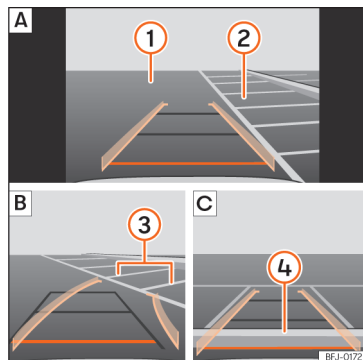

Fig. 159 Afișaj pe ecranul sistemului Infotainment: parcare cu asistentul la deplasarea în marșarier.
Explicație pentru » fig. 159:
- Oprăți autovehiculul în fața locului de parcare **» fig. 159 (2) A**.
- Mergeți înapoi încet și rotiți volanul astfel încât liniile galbene să vă ghideze către locul de parcare. Liniile verzi și galbene trebuie să corespundă cu liniile de limitare laterală **(3) B**.
- Oprăți autovehiculul când linia roșie a ajuns la limita din spate **(4) C**.